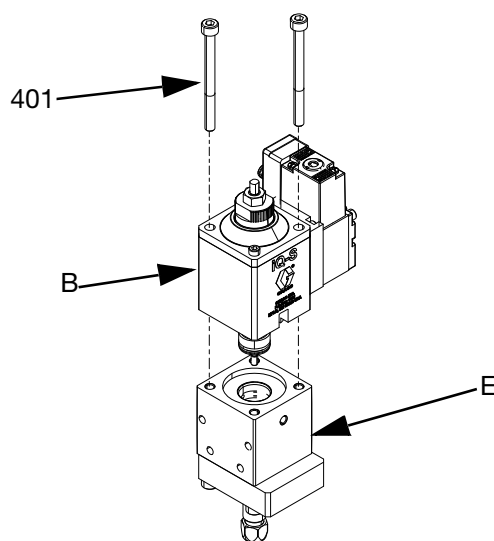

Рис. 11
4. Снимите переходник для обратного движения материала (308) и распорное кольцо (315).
5. Вставьте шестигранный ключ в паз на штоке поршня (410) через дренажное отверстие (K). Открутите гайку (310) при помощи ключа 5,5 мм или гайковерта и снимите сопло (309).
6. Если материальная часть (E) не установлена, закрепите материальную часть в тисках.
7. Удалите винты M5 (401) с верхней части пневмоцилиндра с помощью гаечного ключа на 4 мм. Осторожно потяните за пневмосекцию (B), чтобы вынуть шток поршня (410) из материальной части (E). См. Рис. 11.